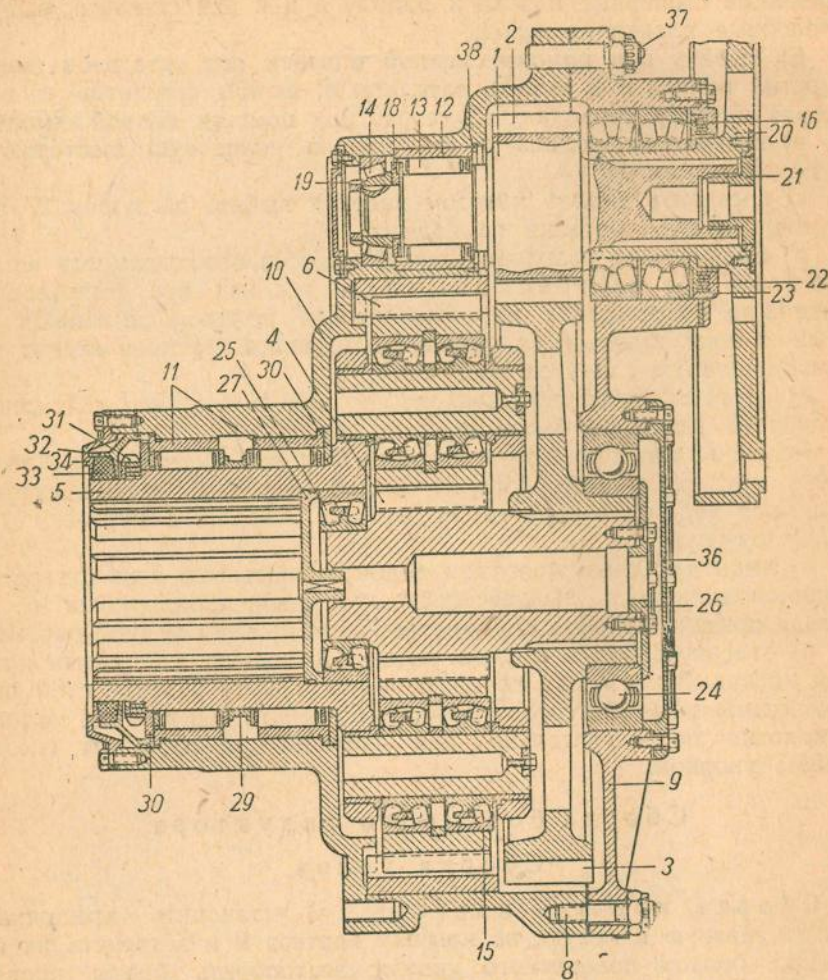

Рис. 122. Бортовая передача
2. Вынуть две стопорные планки из гнезд несущего диска 20 (рис. 122), предварительно отвернув два винта, крепящих планки к несущему диску.
Разборка картера: а) вынуть упорное пружинное кольцо 38 (рис. 122) из канавки картера 10 при помощи отвертки, заведя ее в паз, фрезерованный в картере;
Сборка картера: а) запрессовать наружное кольцо конического роликоподшипника 14 (рис. 122) в картер при помощи оправки до упора в бурт картера;
1. Установить в упор к торцу запрессованных втулок 11 (рис. 122) специальное кольцо и закрепить его на три болта к картеру 10.
Для правого бортового редуктора: вставить ведущий вал в квадратное отверстие шайбы, запрессованной в водило; установить на торец подвижной солнечной шестерни 4 (рис. 122)
16. Надеть на шейку несущего диска 20 (рис. 122) крышку маслоотражателя 23 и маслоотражатель 22. Предварительно проверить кольцевой зазор щупом между маслоотражателем 22 и